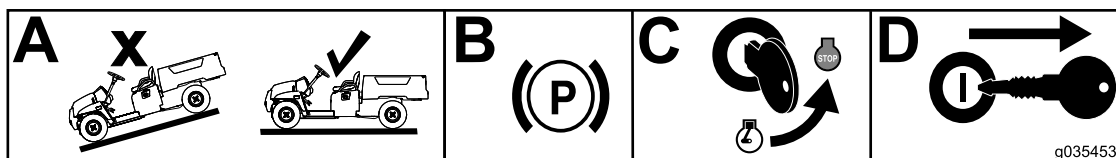

Figura 1
1. Spostate la macchina su una superficie pianeeggiante (casella A di Figura 1).
2. Inserite il freno di stazionamento (casella B di Figura 1).
3. Spegnete il motore (casella C di Figura 1).
4. Rimuovete la chiave dall'accensione (casella D di Figura 1).